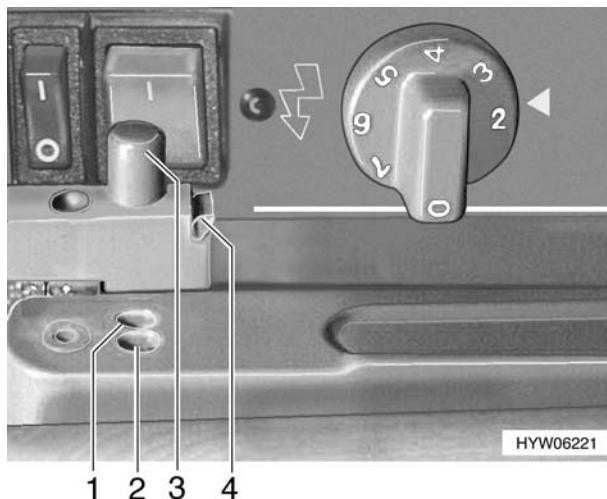

Fig. 89 Bloccaggio della porta del frigorifero
- Premere lateralmente sulla sicura di colore verde (Fig. 89,4) per sbloccare la porta. Il nottolino (Fig. 89,3) scatta all'infuori.
- Premere il nottolino (Fig. 89,3) in modo che scatti nella tacca di arresto esterna (Fig. 89,2).
- Premere il nottolino (Fig. 89,3) in modo che scatti nella tacca di arresto interna (Fig. 89,1). In questo modo la porta rimane ferma in posizione socchiusa.